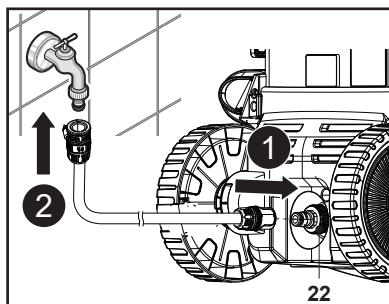

Fig. 10
2. Conecte la manguera de jardín al **adaptador de entrada de agua (22)** del conector de entrada de agua (12) de la máquina (Fig. 10, paso 1). Utilice siempre un acoplamiento estándar para la entrada de agua. Para que la máquina funcione correctamente, la manguera no puede tener más de 8 m de longitud.
3. Conecte el otro extremo de la manguera de jardín a un suministro de agua (Fig. 10, paso 2).